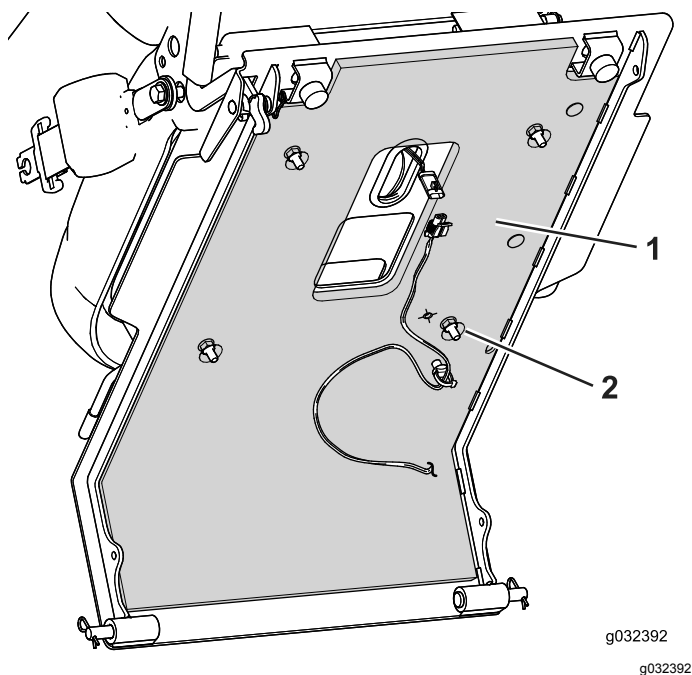

Figura 6
5. Retire el papel protector y aplique el protector de debajo del asiento a la parte inferior de la chapa del asiento (Figura 6).